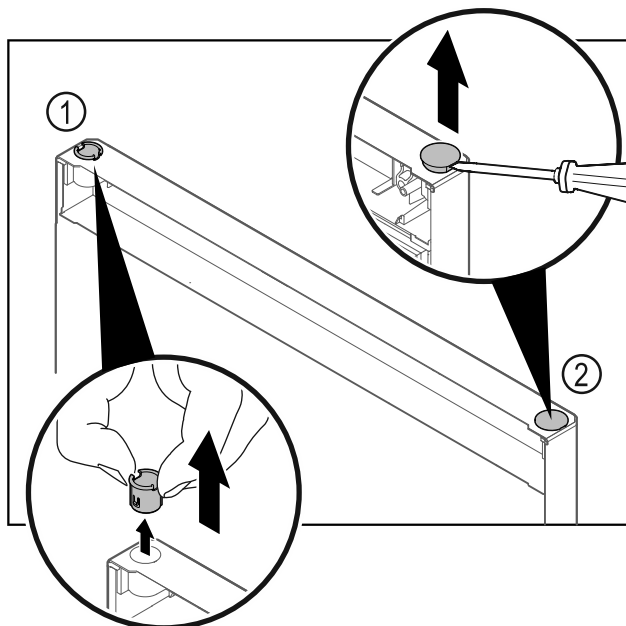

Fig. 30
- Vedä saranaholkki Fig. 30 (1) sormin pois.
- Kohota suojanastaa Fig. 30 (2) varovasti talttaruuvimeis- selillä ja vedä se pois.